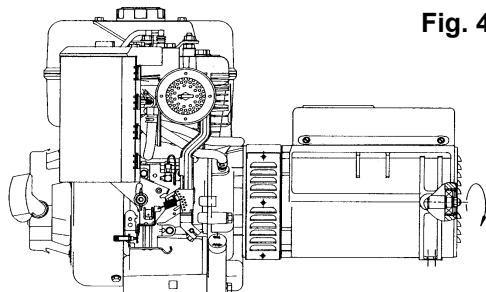

Fig. 4
-) Bloccare il tirante centrale applicando una coppia di serraggio pari a  $21 \pm 7\%$  Nm se si impiegano tiranti N8-5/16 24 UNF, mentre, se si impiegano tiranti M14x1.5, applicare una coppia di serraggio pari a  $120 \pm 7\%$  Nm; rimontare le retine di protezione laterali applicando sulle viti M5 una coppia di serraggio pari a  $3.5 \pm 7\%$  Nm e chiudere la griglia di chiusura posteriore con le viti autofilettanti 3.5x9.5 (fig. 4).
-) Block the central stay rod, applying a tightening torque of  $21 \pm 7\%$  Nm if you are using stay rods of N8-5/16 24 UNF, while if you are using M14x1.5 stay rods, apply a tightening torque of  $120 \pm 7\%$  Nm; re-mount the lateral protection nets, applying a tightening torque of  $3.5 \pm 7\%$  Nm on the M5 screws and close the closure grid with self-threading screws 3.5x9.5 (fig. 4).
-) bloquer le tirant central en appliquant un couple de serrage égal à  $21 \pm 7\%$  Nm si on utilise des tirants N8-5/16 24 UNF, alors que si on emploie des tirants M14x1.5, il faut appliquer un couple de serrage égal à  $120 \pm 7\%$  Nm; remonter les grillages de protection latéraux en appliquant sur les vis M5 un couple de serrage égal à  $3.5 \pm 7\%$  Nm et fermer la grille de clôture postérieure avec les vis auto-taraudeuses 3.5x9.5 (fig. 4).
-) die zentralen Stellschraube mit einem Drehmoment von  $21 \pm 7\%$  Nm blockieren, sollten N8-5/16 24 UNF Schrauben verwendet werden, während bei der Verwendung von M14x1.5 diese mit einem Drehmoment von  $120 \pm 7\%$  Nm anziehen; die seitlichen Schutznetze mit einem Drehmoment von  $3.5 \pm 7\%$  Nm der Schrauben M5 wieder montieren und den hinteren Schutzgrill mit 3.5x9.5 Schrauben schließen (Abb. 4).
-) bloquear el tirante central aplicando una pareja de cierre igual a  $21 \pm 7\%$  Nm si se emplean tirantes N8-5/16 24 UNF, mientras, si se emplean tirantes M14x1.5, aplicar una pareja de cierre igual a  $120 \pm 7\%$  Nm; reensamblar las retinas de protección lateral aplicando sobre los tornillos M5 una pareja de cierre igual a  $3.5 \pm 7\%$  Nm y cerrar la rejilla de cierre posterior con los tornillos autorroscantes 3.5x9.5 (fig. 4)